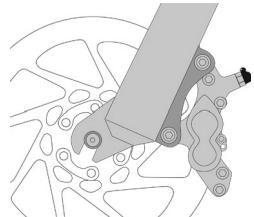
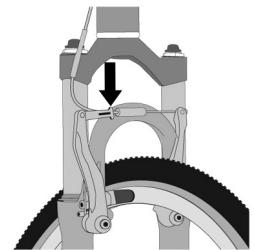

Рис. 10
Рис. 11
3. Некоторые типы велосипедных тормозов, такие как дисковые (рисунок 10) или прямой тяги (рисунок 11), исключительно мощны. Будьте особенно внимательны, привыкая к их работе, и осторожны в их эксплуатации.
Большинство тормозов, сжимающий обод колеса, имеют специальный разъем, позволяющий развести тормозные колодки в стороны для снятия и постановки колеса. Когда разъем разомкнут, тормоза не могут функционировать. Попросите продавца показать Вам, как функционирует разъем тормозных механизмов на Вашем велосипеде (рисунок 11, 12, 13 и 14), перед выездом всегда проверяйте работоспособность обоих тормозов.